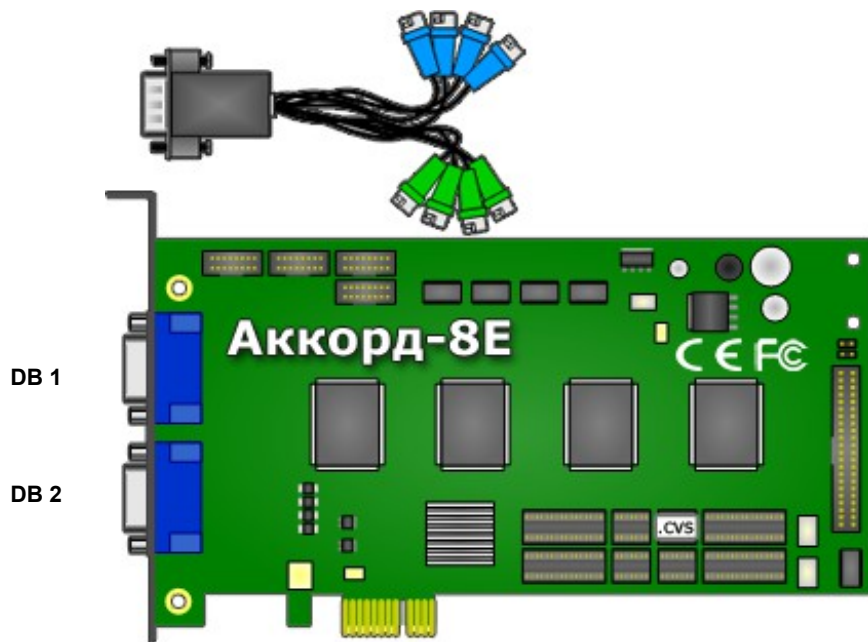

Рис.1 Внешний вид платы «Аккорд-8Е».
На передней панели платы (Рис. 1) расположены два разъёма DB 1 и DB 2, к которым подключаются шлейфы кабелей с BNC разъёмами.
2. Установите плату (Рис.1) в свободный PCI Express x1 слот.
7. В плату установлен ключ защиты **CVS-CHIP** (Рис. 1). Для получения лицензионного файла необходимо на электронную почту cvsnt@cvsnt.ru отправить письмо, указав в теме и в теле письма серийный номер платы. В ответ на посланное письмо придет письмо с лицензионным файлом `<serial_number>.lic`. Его необходимо разместить в каталоге `LIC*.*`.